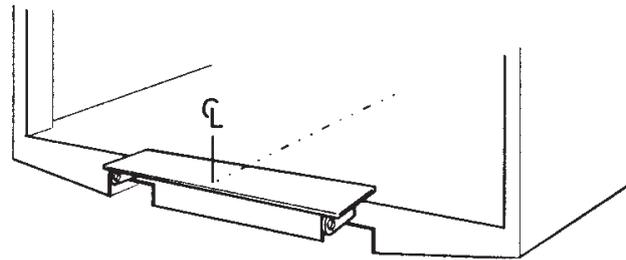

Figura 25. Atornillar o soldar por puntos el accesorio de montaje en la barra trasera N° de ref. 57370TL para Z 2500
2. Atornillar o soldar por puntos el accesorio de montaje en la barra trasera, de modo que cada punto central coincida. Véase Figura 25 .